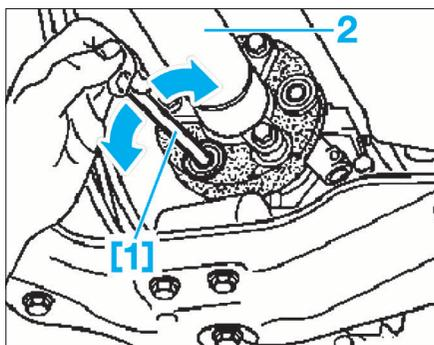

FIG. 4
- les douilles d'ajustement du flector à l'aide de l'outil [1] (Fig.4).